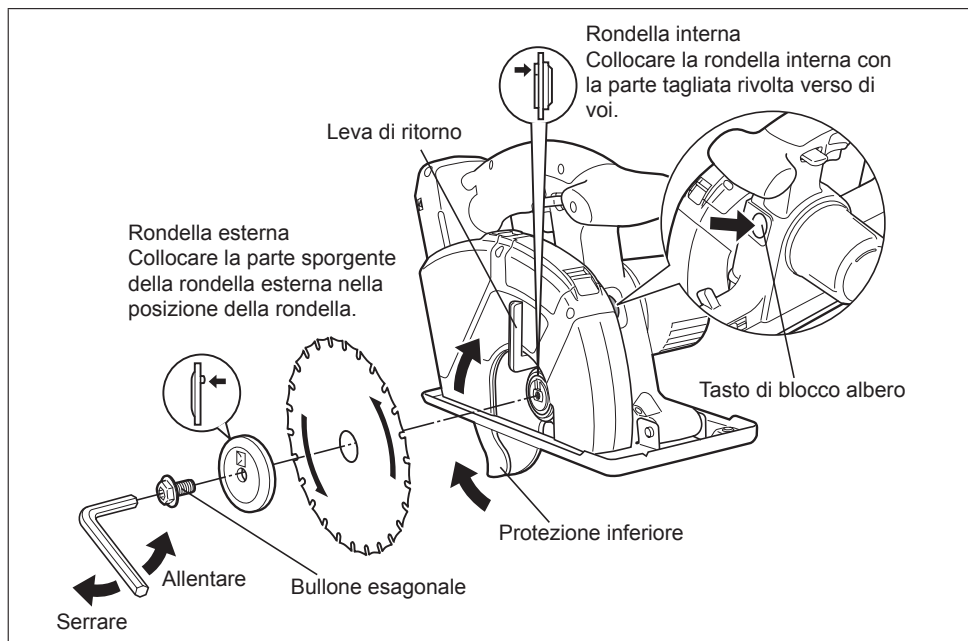

Fig. 6
2. La lama è stata installata correttamente? Assicurarsi che il bullone esagonale sia ben serrato. (Vedere la fig. 6)
4. Installare la lama seguendo l'illustrazione qui sopra. (Vedere la fig. 6)